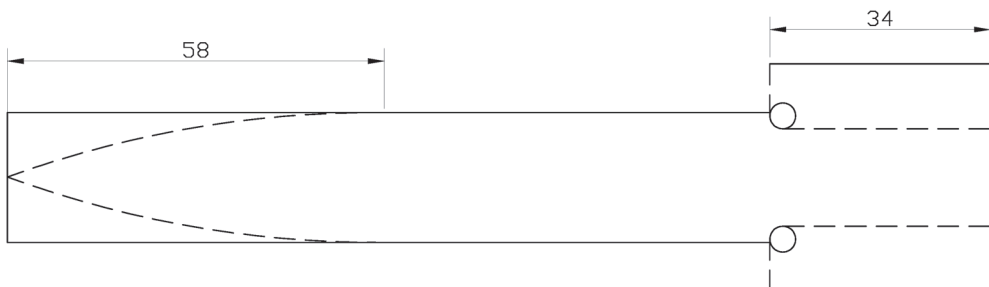

Fig. 7
7) **Lavorazione da eseguirsi sull'ala orizzontale:** eseguiamo i tagli della testa del chiodo lungo le linee tratteggiate. Tracciamo la sagomatura della punta del chiodo e modelliamola con il disco abrasivo da grosso. (Fig. 7).